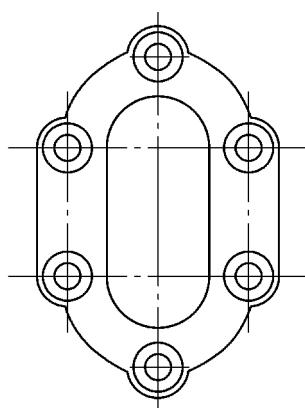

图 12-24 创建块“bgz”（泵盖左视图）
- 1) 创建块“bgz”（泵盖左视图），以最上方螺孔的圆心为基点，如图 12-24 所示。